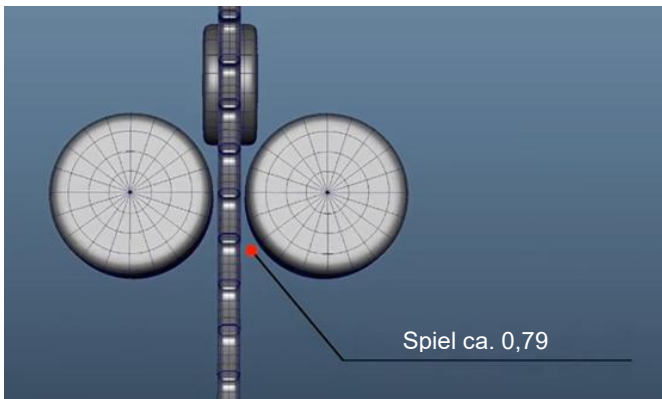

Abb. 53
8. Stellen Sie die seitlichen Einstellknöpfe so ein, dass beide Lager einen Abstand von 0,79 mm (etwa die Dicke eines Bandes Papier) zum Sägeband haben. (im Uhrzeigersinn = zum Sägeband hin; gegen den Uhrzeigersinn = vom Sägeband weg) (Abb. 53)